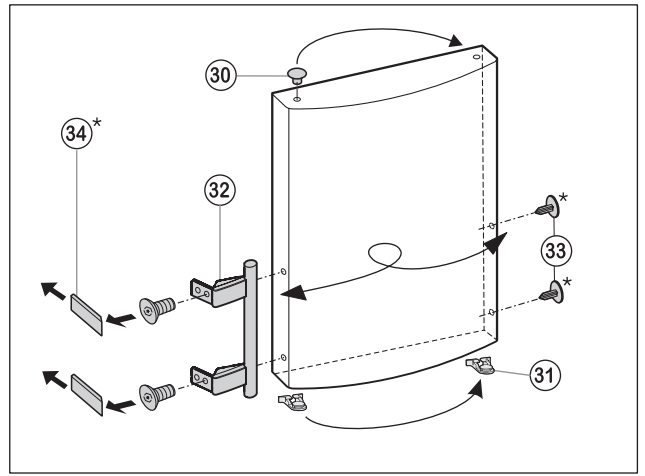

Fig.6
- Извлеките пробку Fig. 6 (30) из опорной втулки дверцы и переставьте.
- Снимите и переставьте на противоположную сторону дверную ручку Fig. 6 (32), пробку Fig. 6 (33) и прижимные пластины\* Fig. 6 (34).